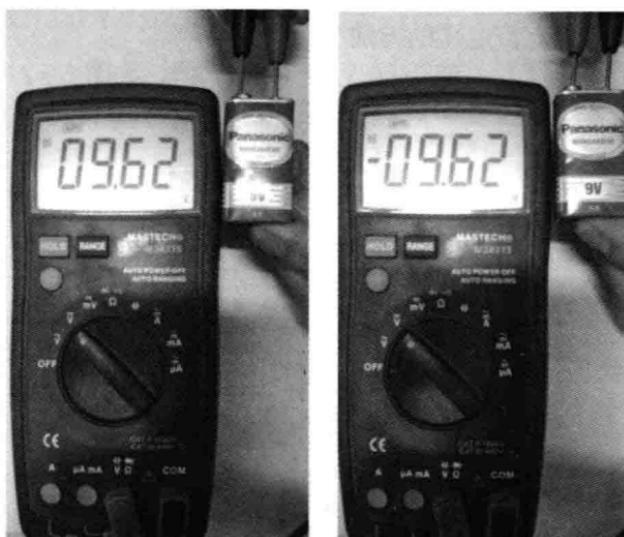

图 5-23 测量直流电压
(3) 将两表笔与待测电路并联, 测量被测电路的电压, 如图 5-23 所示。
如果在数值左边出现一，则表明表笔极性与实际电源极性相反，此时红表笔接的是负极，如图 5-23 (b) 所示。